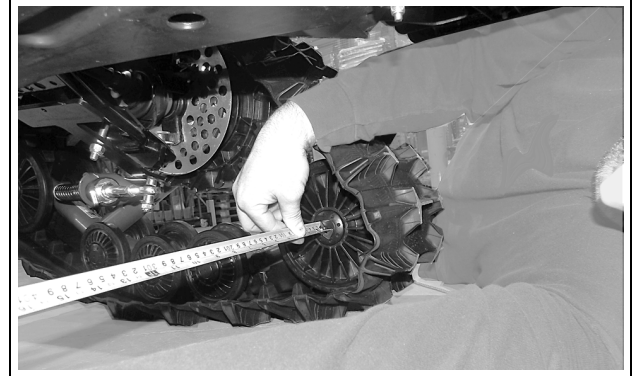

Figure 23
**Mesure B :** Mesurer la distance intérieure entre les roues Ø202 mm arrière des systèmes de traction avant. Voir les figures 23, 24 et 25.